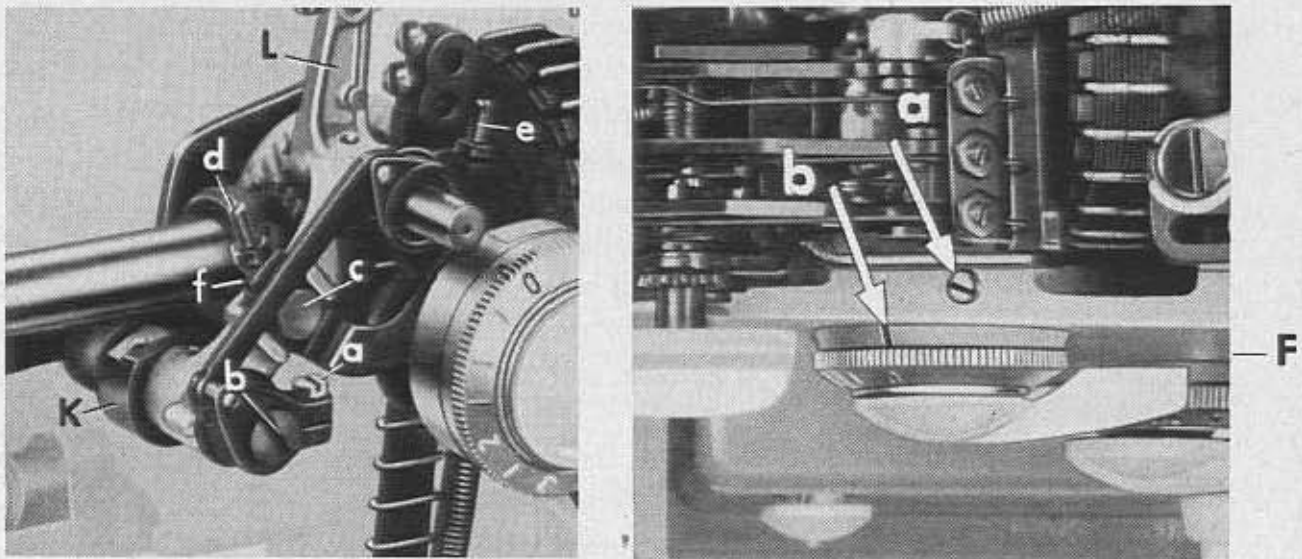

Abb. 104, 105 Justiermöglichkeiten für die Zickzackstich- und Nullstich-Einstellung
- d) der Zwischenraum bei f Abb. 104 = 4 Millimeter betragen.
Decken sich die beiden Anstiche nicht, dann die Klemmschraube a an der Stichstellerkurbel Abb. 104 soweit lösen, daß sich die Stichsteller-Kulissenachse b mit einem kleinen Schraubenzieher schleppend verstellen läßt. Nun beim Laufenlassen der Maschine den Stichsteller a in der Kurbel b so einstellen, daß die Nadelstange keine Seitwärtsbewegung mehr ausführt. Zur Kontrolle die Anstichprobe auf Papier wiederholen.
Die Einstellschraube e am Kurventasthebel Abb. 104 soweit hinein- oder heraus-schrauben, bis die Bedingungen der Kontrolle erfüllt sind.
Die Kontermutter der Einstellschraube d am Stichlagen-Kurvenhebel und dessen Sechskantschraube c lösen, Abb. 104.